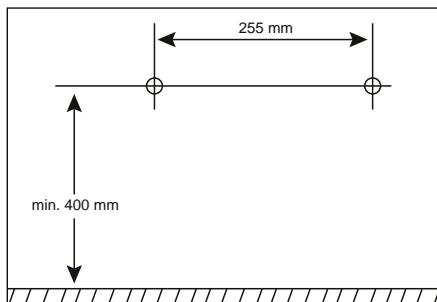

Fig. 3
- ❶ **Indicație:** (1) Înainte de montare verificați neapărat care dibluri sunt adecvate pentru locul dvs. de montaj. Vă recomandăm diblurile cu un diametru de 6 mm. Dacă nu sunteți sigur, consultați un specialist. (2) Când alegeți locul de montaj, asigurați-vă că în raza cablului de alimentare se află o priză adecvată. (3) Suportul ❶ nu poate fi aplicat în cazul montajului pe perete.
- ◆ Marcați două găuri de perforat la o înălțime minimă de 400 mm și la o distanță de 255 mm (a se vedea fig. 3).